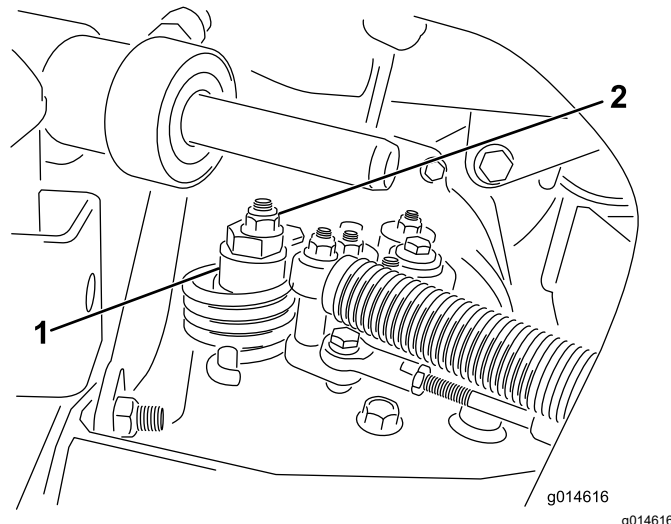

Figura 39
- A. Afloje la tuerca que sujeta el excéntrico a la parte superior del hidrostato (Figura 39).
- C. Gire el excéntrico hasta que no haya movimiento en ningún sentido. Cuando la rueda deje de girar, apriete la tuerca para bloquear el excéntrico y el ajuste (Figura 39). Compruebe el ajuste con el acelerador en las posiciones LENTO y RÁPIDO.